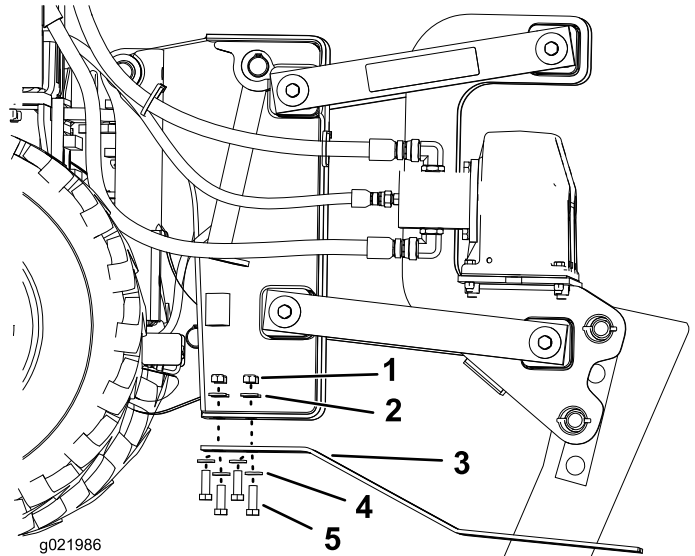

Figura 18
3. Retire los 4 pernos, las 4 tuercas y las 8 arandelas de los patines (Figura 18).
4. Instale los patines nuevos y sujételos con las fijaciones que retiró anteriormente (Figura 18).